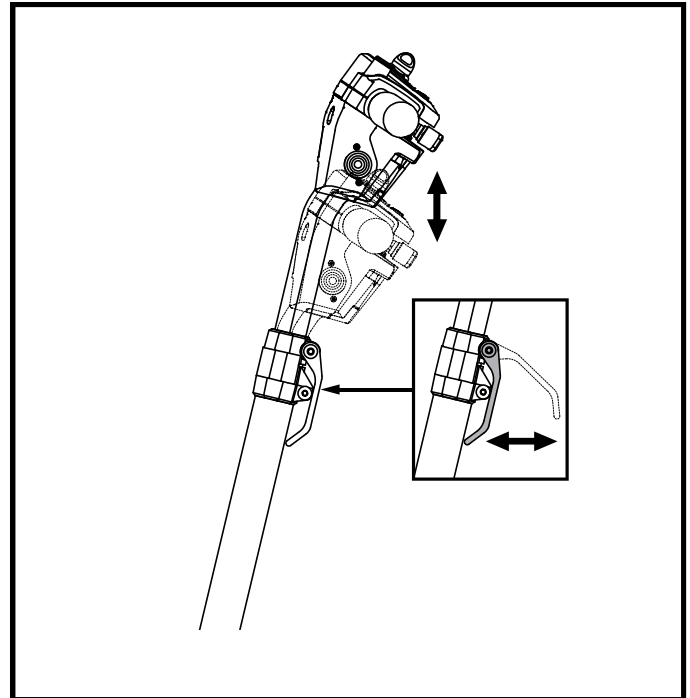

Figure 13. Réglage du timon
**Pour plier votre scooter (voir figure 13):**
**Pour déplier votre scooter (voir figure 13):**